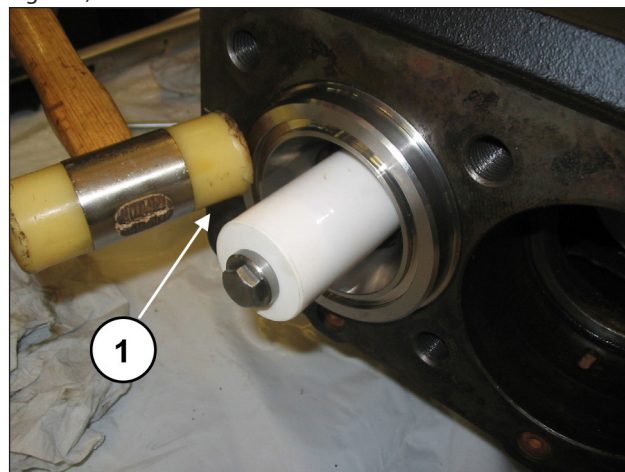
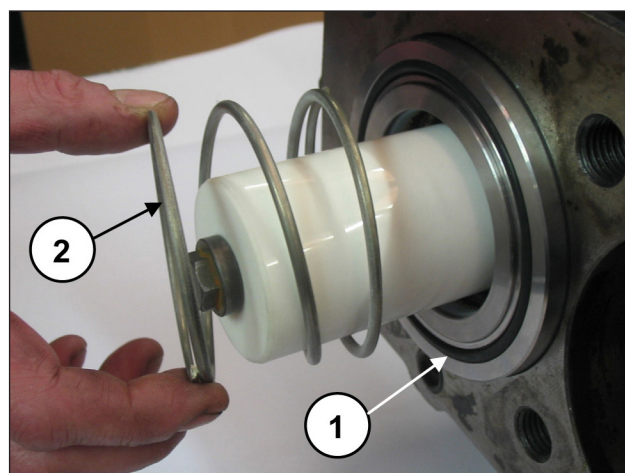

Fig. 181
Fig. 182
Assicurarsi che il blocco camicia-supporto arrivi a posizionarsi correttamente fino a fondo sede (pos. ①, Fig. 181); montare ora l'O-ring frontale della camicia e la molla (pos. ①②, Fig. 182).